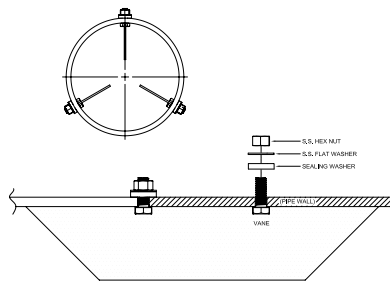

Figura 8. Veletas enderezadoras pernadas
5. Comience apretando las tuercas **de manera uniforme en un patrón diagonal o figura 8**.